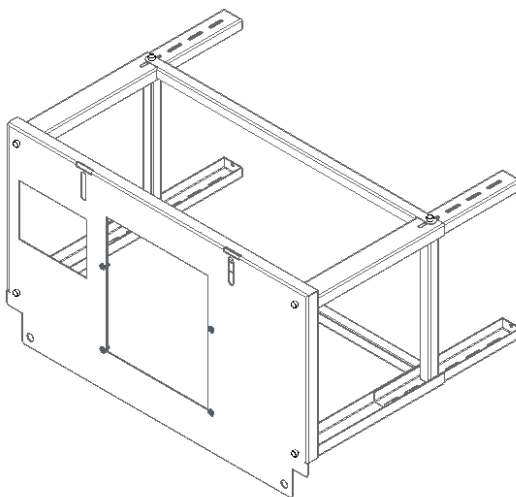

Figure 5 - Montage de la table auxiliaire
3. Le processus doit être répété pour les trois autres pieds, Figure 5.